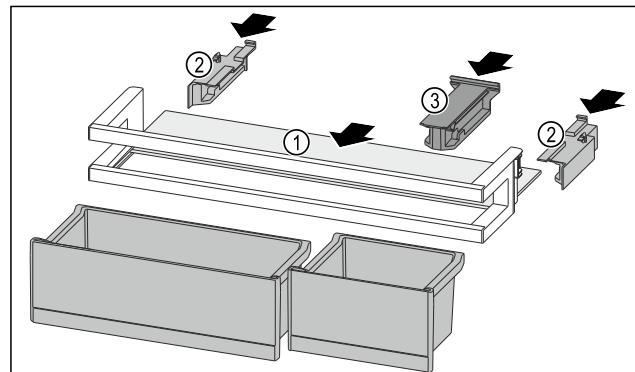

Fig. 122
- ▶ Insérer la tablette de rangement Fig. 122 (1) dans les évidements latéraux.
- ▶ Installer les parties latérales Fig. 122 (2).
- ▶ Installer la pièce de retenue Fig. 122 (3).